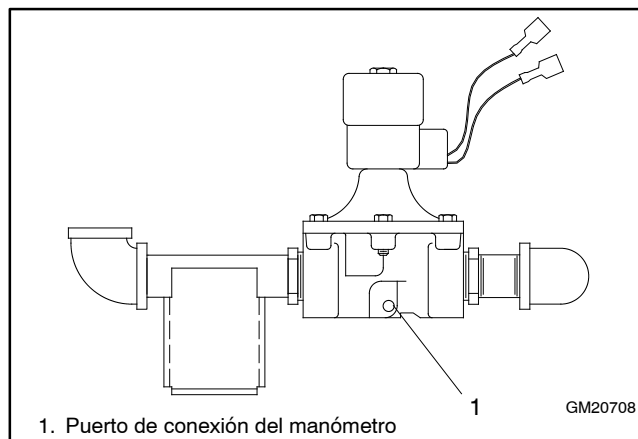

Figura 9-46 Puerto del manómetro de la válvula solenoide de combustible
- a. Remover el tapón del tubo NOTA 1/8 de la válvula solenoide de combustible ubicada en la conexión de admisión de combustible del grupo electrógeno. Consulte la Figura 9-46.